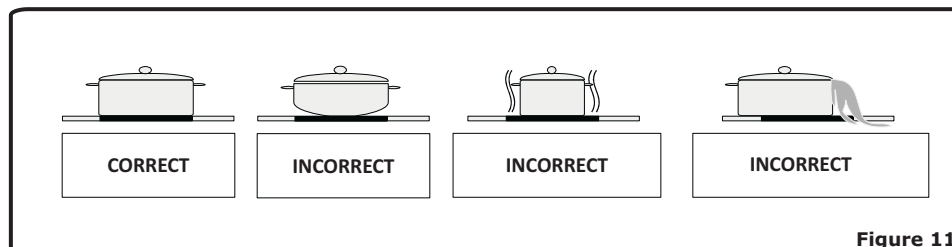

Figure 11
- Veillez à ce que la base de la casserole soit sèche avant de la placer sur la plaque chauffante. Lorsque la plaque chauffante est allumée, il est important de veiller à ce que la casserole soit correctement centrée sur la plaque (Figure 11).